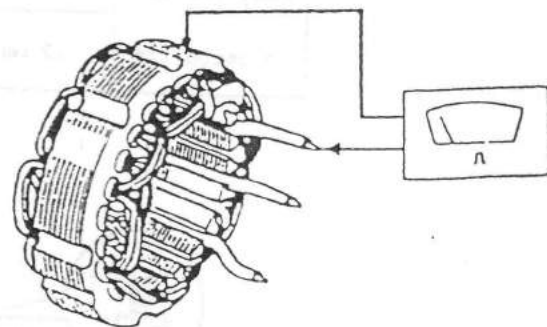

Fig. 10.49
- 2.- Conecte un ohmetro entre cada una de las tres conexiones del estator y el cuerpo del mismo. (Fig. 10-49)